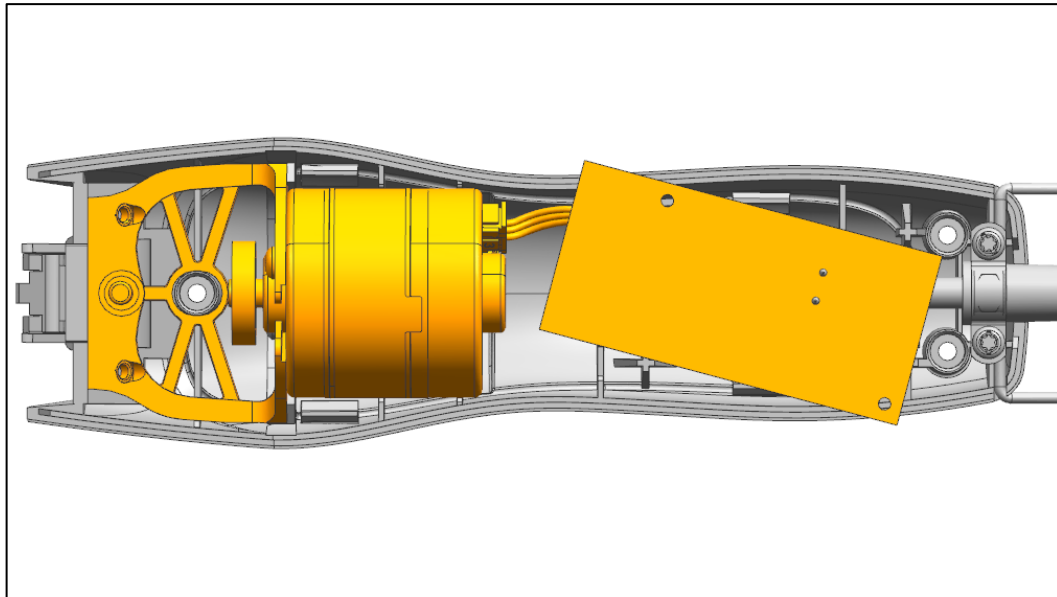

Abb. 15
- a) Nehmen Sie die komplette Antriebseinheit aus dem Gehäuseunterteil (Abb. 15).